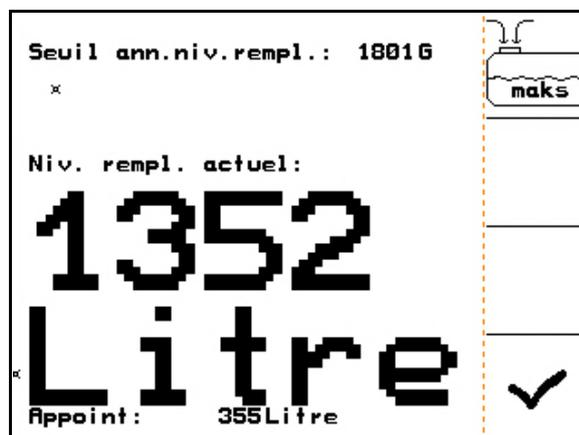

Fig. 65
1.  Accédez au menu Remplissage (Fig. 65).